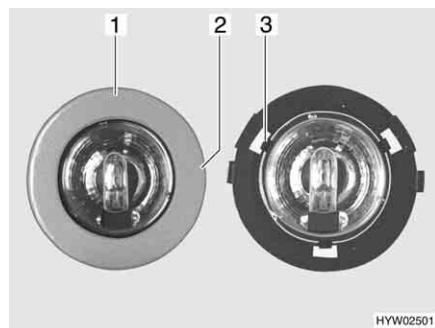

Fig. 150 Lampada alogena a incasso
- Girare lentamente il diaframma (Fig. 150,1) finché il nasello (Fig. 150,2) dell'involturo non si arresta a scatto nella scanalatura sottostante del diaframma.
- Tre graffe (Fig. 150,3) tengono ferma la lastra di vetro della lampada alogena nell'involturo. Spingere di lato una delle tre graffe.